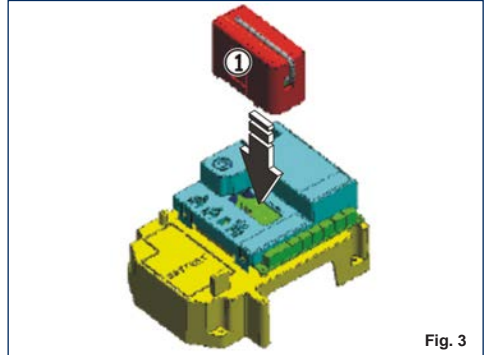

Fig. 3
El equipo electrónico está provisto de un sistema de descodificación bi-canal integrado. Este sistema permite memorizar, mediante un módulo receptor adicional (Fig. 3 ref. ①) y radiomandos de la misma frecuencia, tanto la apertura total (OPEN A) como la apertura parcial (OPEN B) de la automatización.